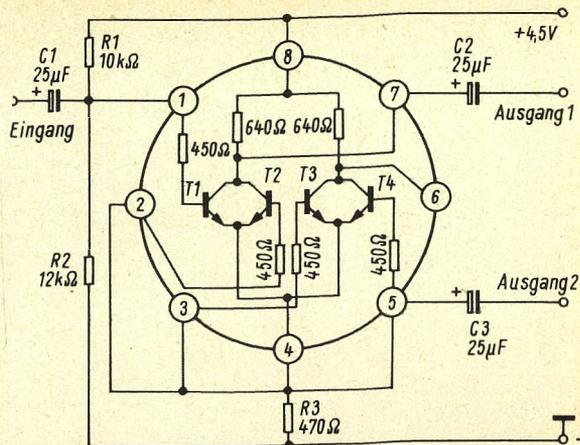
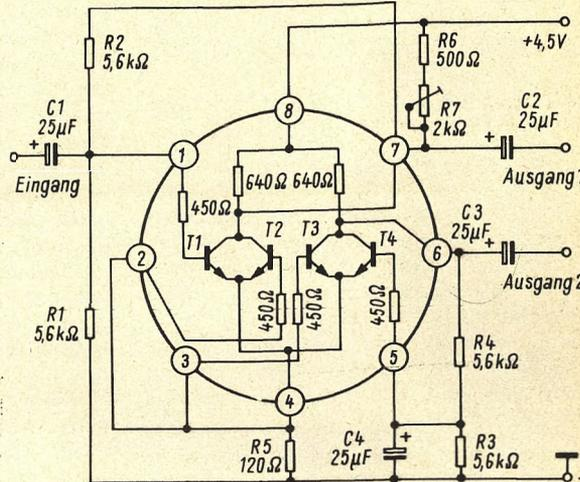

Bild 4a. Einstufiger Phasenaufspalter
Bild 4b. Zweistufiger Phasenaufspalter
a) Man schaltet den Transistor T1 als Linearverstärker und entnimmt am Ausgang (7) und am Emitterwiderstand R3 zwei Sinusspannungen, die zueinander in Gegenphase sind (Bild 4a). Falls die Amplituden dieser Sinusspannung einander nicht gleich sind, kann dies durch Verändern des Emitterwiderstandes R3 korrigiert werden. Die Spannungsverstärkung v dieser Stufe ist nahezu gleich 1.
b) In Bild 4b ist die Schaltung eines zweistufigen, emittergekoppelten Verstärkers dargestellt. Damit wird eine am Eingang (1) liegende Sinusspannung in zwei Sinusspannungen an den Ausgängen (6) und (7), die zueinander in Gegenphase stehen, aufgespalten. Gegenüber Bild 4a haben wir hier eine Spannungsverstärkung von $v = 8$. Die Ausgangsimpedanzen der Ausgänge 6 und 7 sind, im Gegensatz zu Bild 4a,